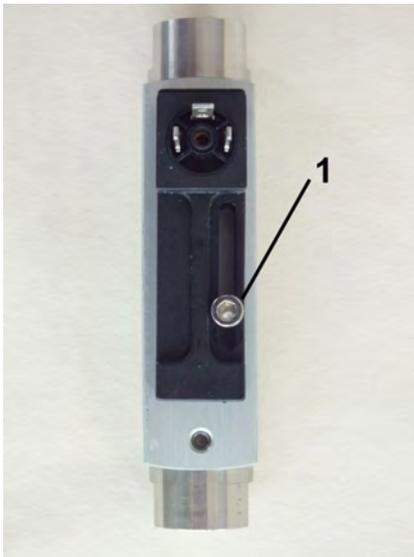

Abb. 33: Feststellschraube lösen
1. ➤ Die Feststellschraube des Schaltkontaktes (Abb. 33/1) mit einem Sechskant-Schraubendreher lösen.
6. ➤ Feststellschrauben des Schaltkontaktes (Abb. 33/1) mit einem Sechskant-Schraubendreher wieder anziehen. Dabei Schrauben-Anziehdrehmoment beachten.